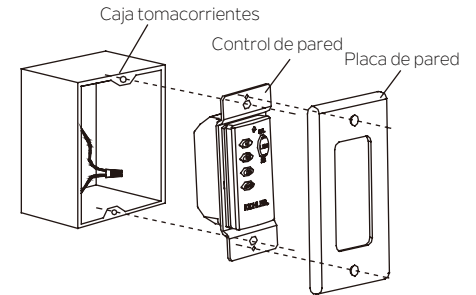

Fig. 28
Paso 2. Debe usar los tornillos provistos para asegurar el control de pared a la caja tomacorrientes de pared. (Fig. 28)